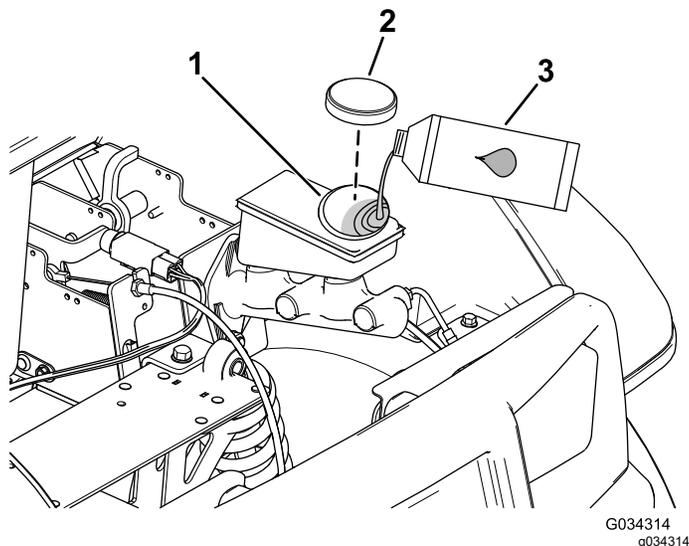

Figura 60
2. Eleve novamente o capot para obter acesso ao cilindro principal do travão e reservatório (Figura 60).
- A. Limpe a zona em redor da tampa do reservatório e retire-a (Figura 60).
- C. Coloque a tampa do reservatório (Figura 60).